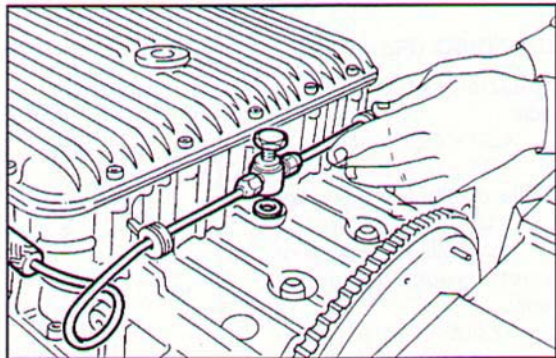

Fig. 163 ▲
- sistemare le tubazioni di mandata olio ai turbocompressori e serrare il tappo di raccordo dopo aver interposto due guarnizioni di rame ricotto (Fig. 163);
- fit the oil delivery tubes to the turbochargers and lock the coupling plug after interposing two annealed copper gaskets (Fig. 163);